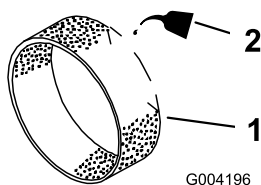

Figure 145
- Imbibez le préfiltre de 3 à 6 cl d'huile (Figure 145).